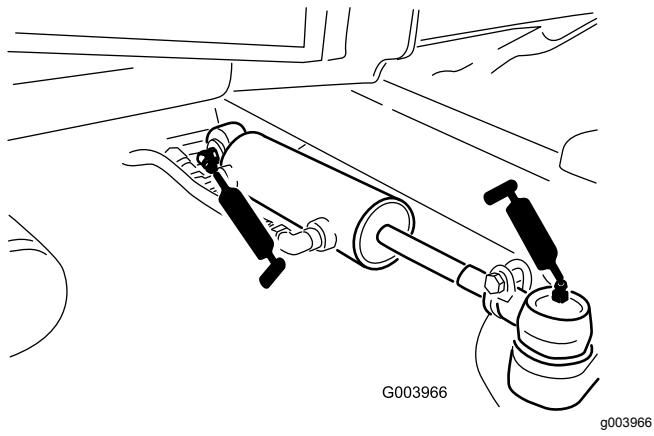

Bild 42
- Lenkzylinder-Kugelgelenke (2) (Bild 42)